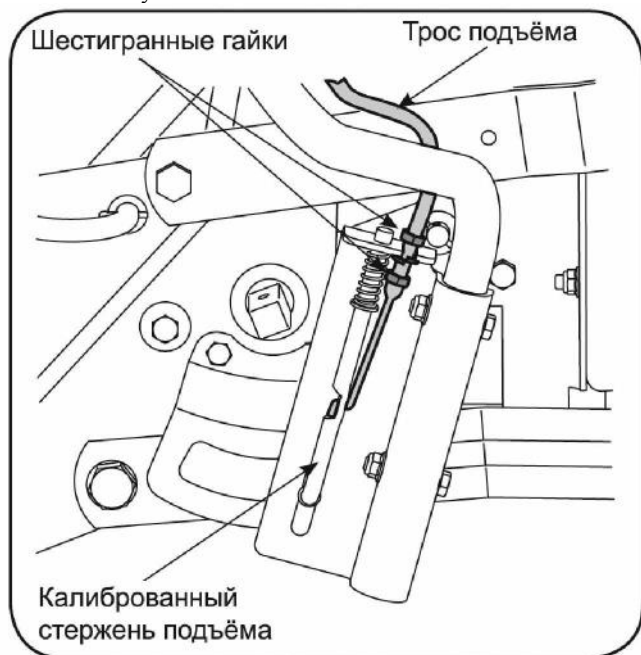

Рис. 33.
1. Для уменьшения длины троса подъёма ослабьте верхнюю шестигранную гайку на несколько оборотов, затем затяните нижнюю гайку. См. Рис. 33.
2. Для увеличения длины троса подъёма ослабьте на несколько оборотов нижнюю гайку на кронштейне фиксатора, затем затяните верхнюю гайку. См. Рис.33.